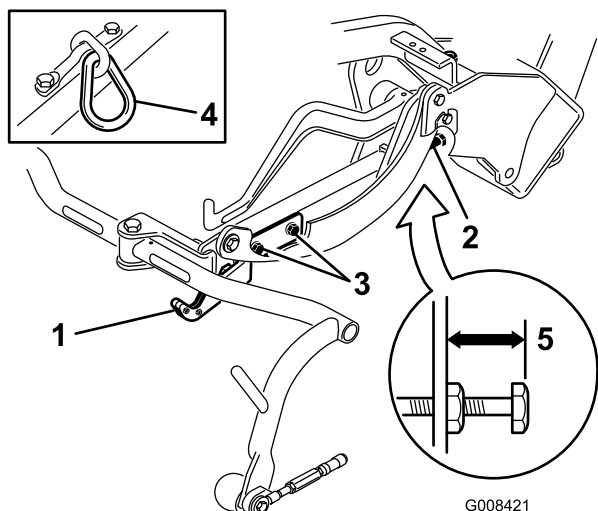
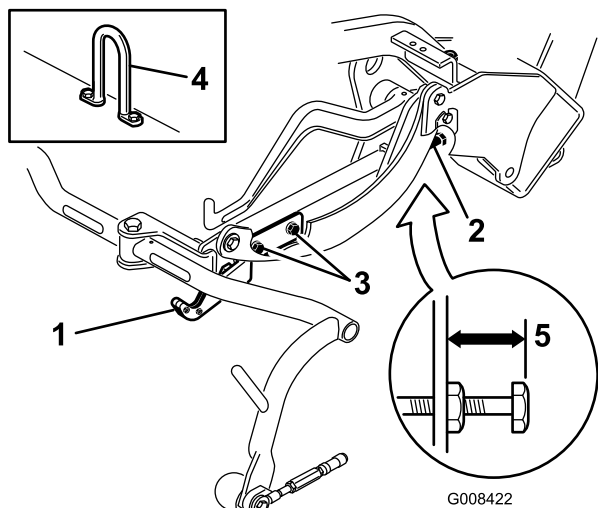

Figura 13
Figura 14
Controllate l'altezza di trasferimento (Figura 13 e Figura 14) e, se necessario, regolatela.
- Sugli apparati di taglio dotati di anello o di gancio di sollevamento diritto (Figura 13 e Figura 14, da applicare), verificate che la distanza tra la parte superiore della vite di regolazione del telaio portante e la parte posteriore del telaio portante sia di 22 mm.
7. Se i telai portanti non si trovano alla stessa altezza, allentate il controdado della vite di regolazione del telaio portante (Figura 12, Figura 13 e Figura 14). Ruotate la vite, svitandola per sollevare il telaio e avvitantola per abbassarlo. Una volta ottenuta l'altezza desiderata, serrate il controdado.
4. Allentate le viti di montaggio della piastra di trasferimento (Figura 13, Figura 14 e Figura 12).